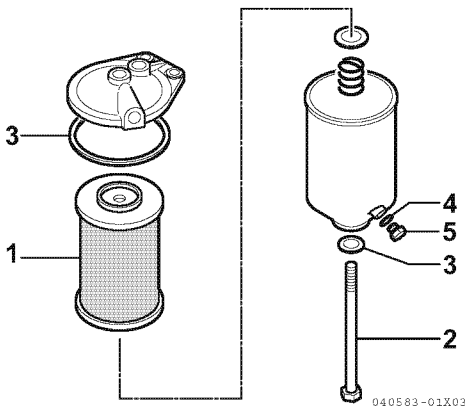

Figure 5
3. Retirez le boulon de centrage (Figure 5, (2)) au fond du filtre et retirez l'élément de filtre (Figure 5, (1)).